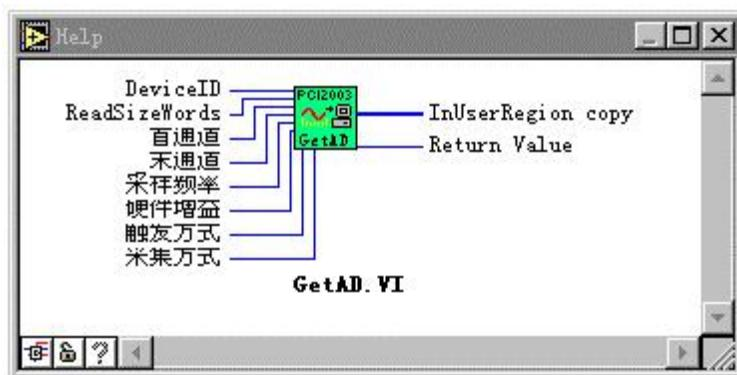

图 6 GetAD.VI 模拟数据采集驱动程序
即可得到形如  的单个图标，它有许多诸如元器件或芯片的所具有的管脚，如图 6：
然后将鼠标指向需要在线帮助的图标上，即可弹出该图标各个管脚的定义。比如图 6 中的内容就是这样得到的。
1. 数据采集驱动器如图 6